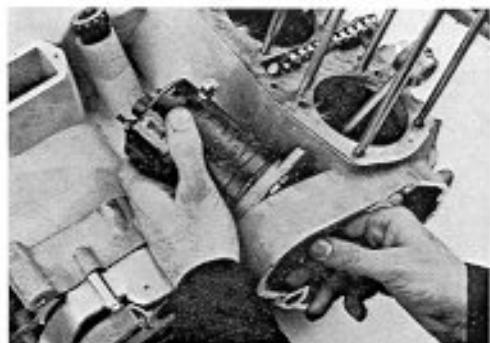

Fig. 121
- Rimuovere la vite e il bullone di fissaggio e sfilare il motorino dal proprio alloggiamento (Fig. 121).
- Remove the screw and the bolt. Remove the starter motor from its housing (Fig. 121).